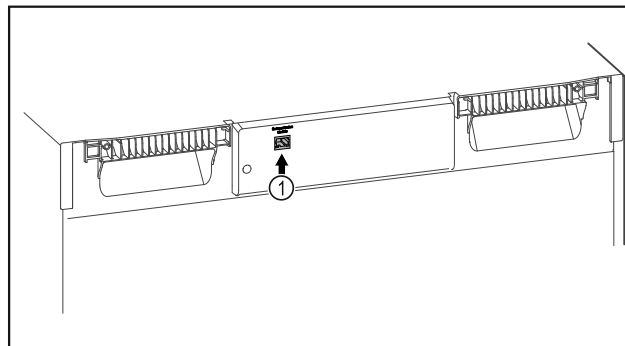

Fig. 87
- El SmartModule Fig. 87 (1) está colocado.